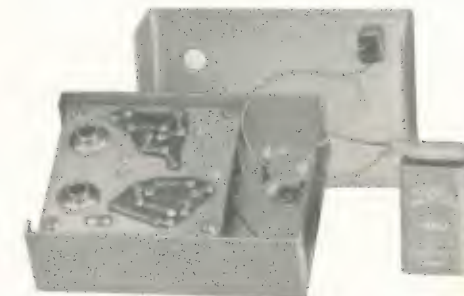
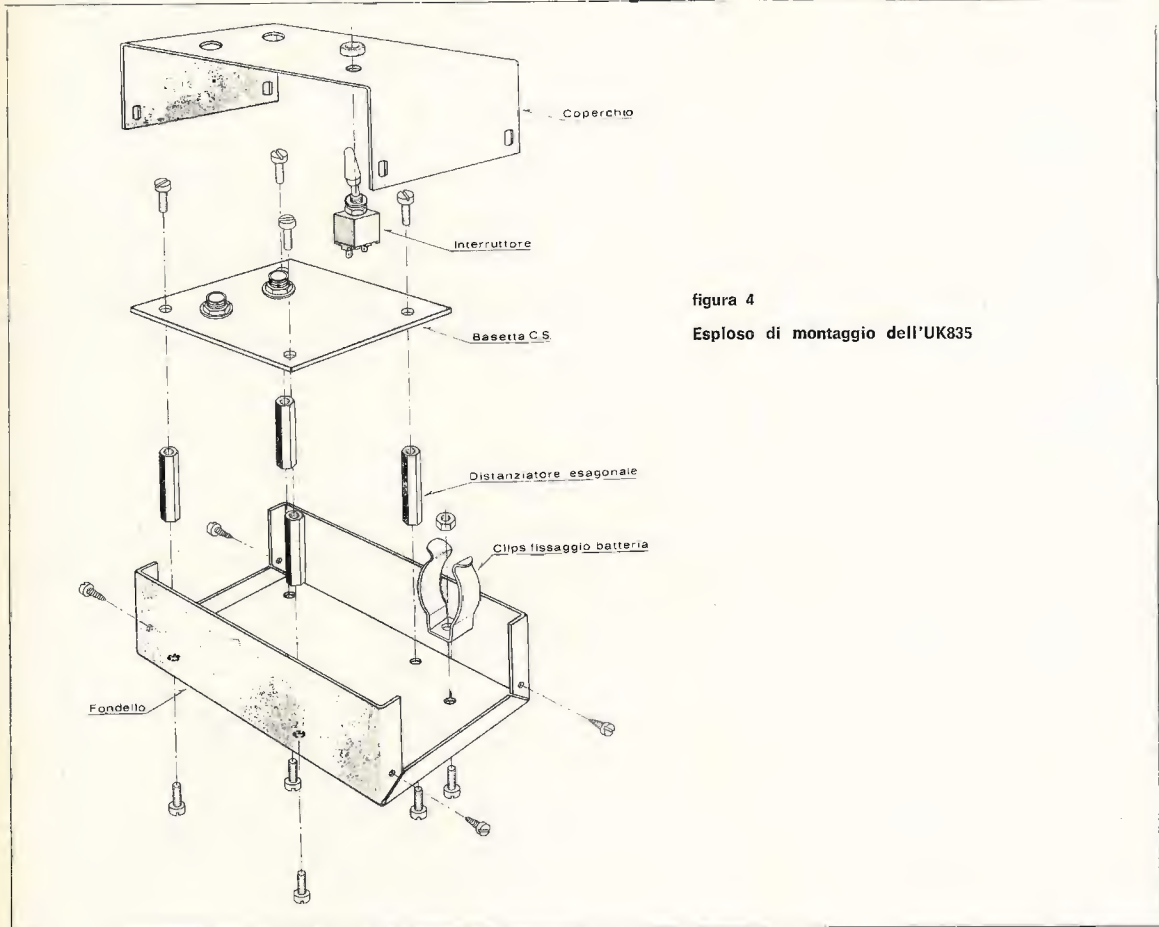

figura 5
figura 4
Provvedere a selezionare i componenti del fondello nel seguente modo: n. 5 viti 3 MA x 4, n. 1 dado RMA, n. 1 clips per il fissaggio della batteria, 10 cm di filo giallo, n. 1 connettore polarizzato per batteria, n. 4 distanziatore. Fissare il tutto come indicato nella figura 4.
- Appoggiare il circuito stampato sui distanziatori fissandolo con n. 4 viti 3 MA x 4 come indicato in figura 4. La figura 5 ne dà una visione d'insieme.